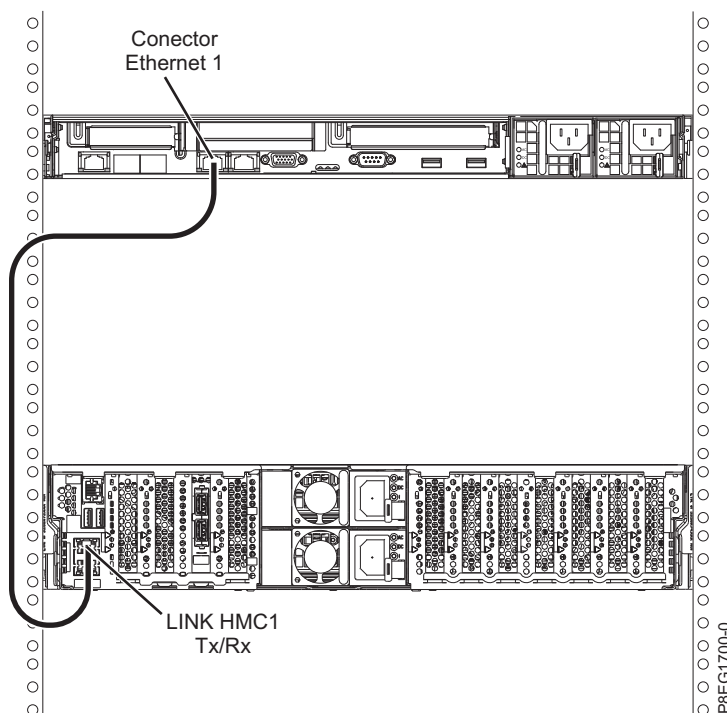

Figura 17. Conectando o HMC para o sistema gerenciado
1. ConsulteSe você deseja conectar diretamente o seu HMC para o sistema gerenciado, conecte o **Conector Ethernet 1** no HMC à porta **HMC1** no sistema gerenciado. Figura 17.